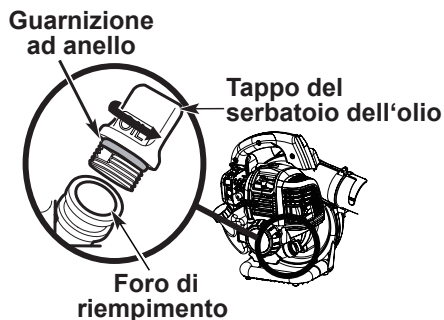

Fig. 4
2. Svitare il tappo del serbatoio dell'olio (Fig. 4).
3. Versare l'olio di tipo corretto nel foro di riempimento (Fig. 4).
Nota: assicurarsi che la guarnizione ad anello sia posizionata sul tappo del serbatoio dell'olio (Fig. 4).